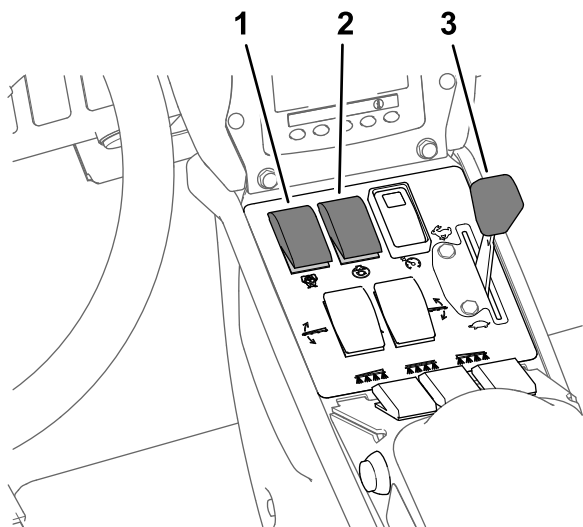

Рисунок 31
8. Установите переключатель перемешивания и выключатель насоса для опрыскивания в положения Вкл. (Рисунок 31).
9. Установите регулятор дроссельной заслонки в положение БЫСТРО (Рисунок 31).
Примечание: При выполнении этой процедуры предполагается, что насос для опрыскивания включен; см. Рисунок 31 в разделе Опрыскивание в режиме заданной нормы внесения (страница 39).
4. Установите рычаг дроссельной заслонки в требуемое положение частоты вращения двигателя для опрыскивания; см. Рисунок 31 в разделе Опрыскивание в режиме заданной нормы внесения \(страница 39\).